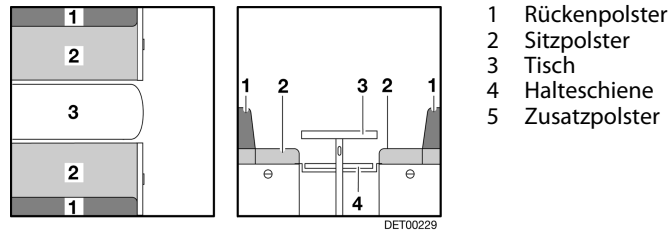

Bild 91 Vor dem Umbau
- Tisch (Bild 91,3) zum Bettunterbau umbauen (siehe Abschnitt 7.8).